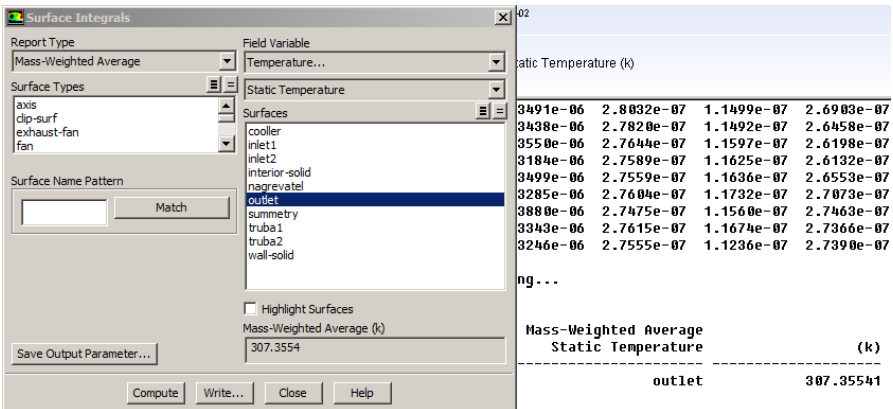

Рис. 47 – Определение интегрального параметра потока
**Шаг 17.** Затем необходимо посмотреть значение среднемассовой статической температуры потока на выходной границе. Для этого нужно перейти в меню *Reports* → *Surface Integrals*. В появившемся окне выбираем параметры и нажимаем *Compute* (рис. 47):